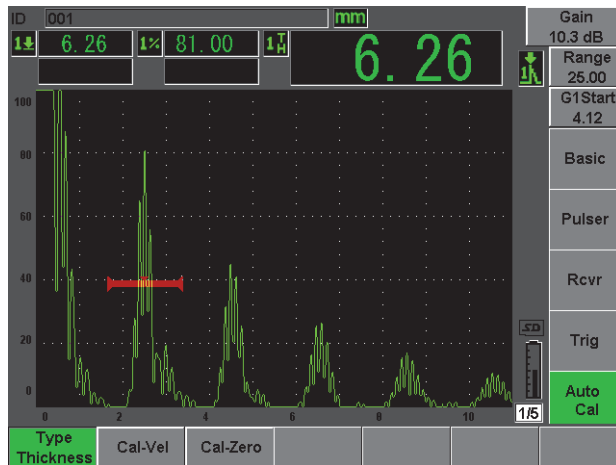

Abbildung 2-13 Menü Auto Cal (Auto Just)
4. Das Menü **Auto Cal** (Auto Just) anwählen (siehe Abbildung 2-13 auf Seite 45).